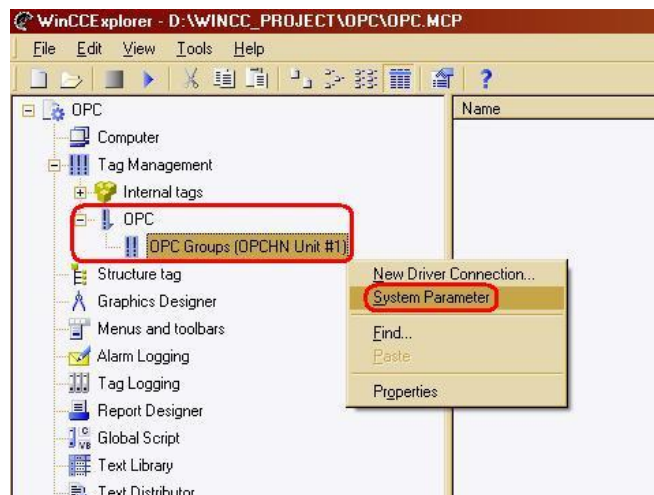

图 12
(D) 选择 OPC Groups 的系统参数，如图 12 所示。